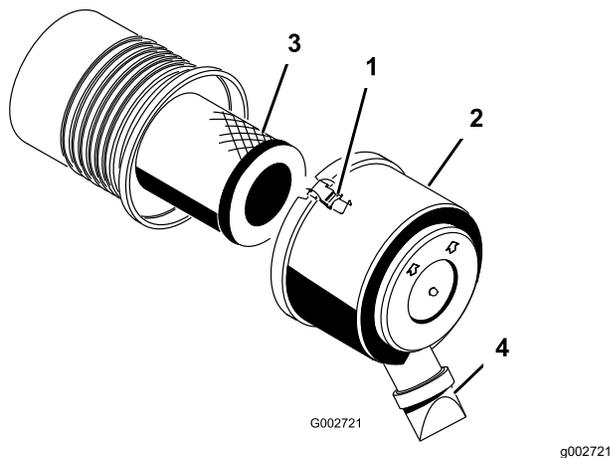

Figure 27
- Desserrez les attaches qui fixent le couvercle sur le boîtier du filtre à air (Figure 27).